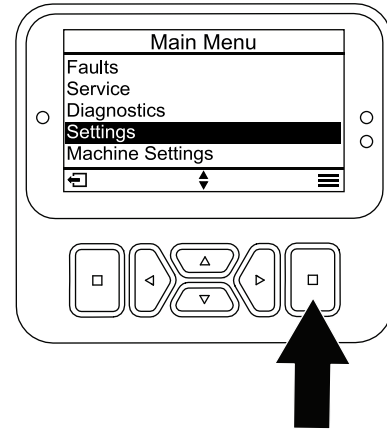

Figura 26
1. En el menú PRINCIPAL, vaya al menú SETTINGS (Ajustes) y pulse el botón de selección (Figura 26).